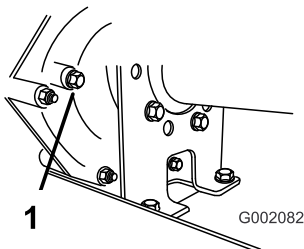

Figura 45
2. Rimuovete il bullone dal foro di indicazione del livello (Figura 45).